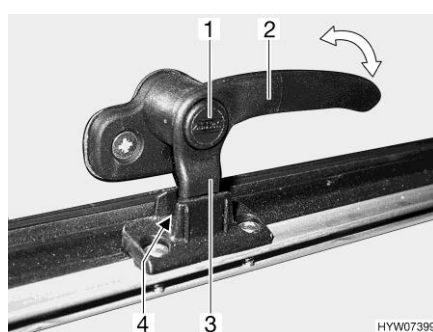

Fig. 39 Leva di serraggio (posizione "Aerazione continua")
- In posizione di "Aerazione continua" (Fig. 39)
- Premere il bottone di sicurezza (Fig. 39,1) e mantenerlo premuto.
- Ruotare la leva di serraggio (Fig. 39,3) di un quarto di giro verso il centro della finestra.
- Girare nuovamente all'indietro la leva di serraggio. Riportare contemporaneamente il nasello di chiusura (Fig. 39,3) della leva di serraggio nella rientranza della chiusura della finestra (Fig. 39,4).
- Rilasciare il bottone di sicurezza (Fig. 39,1).